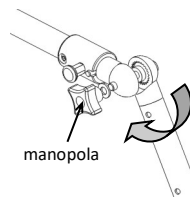

fig. 13: Regolazione angolo ginocchio
**7) Regolazione angolo ginocchio** (ove previsto) (fig. 13)